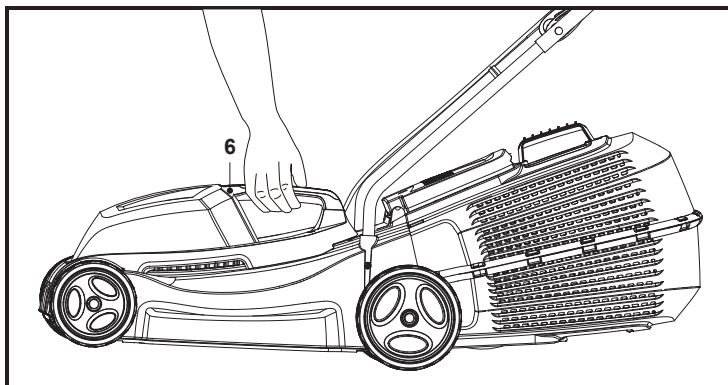

Fig. 7
Se quiser transportar o produto para um local mais alto ou para um degrau, pode utilizar a pega de transporte (6) (Fig. 7).